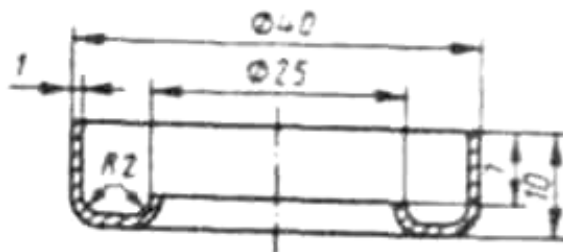

Рис. 33
2. Разработайте процесс изготовления детали (рис. 33) методом холодной листовой штамповки. При выполнении работы следует: установить технологические операции, необходимые для получения детали; определить размеры заготовки; установить вид исходного материала, привести его химический состав и механические свойства; изобразить схему раскроя и определить коэффициент использования материала; выполнить необходимые технологические расчеты; определить технологические зазоры между пуансоном и матрицей при вырубке и пробивке, определить коэффициенты вытяжки и отбортовки; выбрать штамп и указать последовательность выполняемых на нем операций; изобразить схему штампа и описать его работу; установить способ подачи заготовки в штамп; определить усилия на операциях; привести схему оборудования и описать его работу. Материал детали- сталь 10.